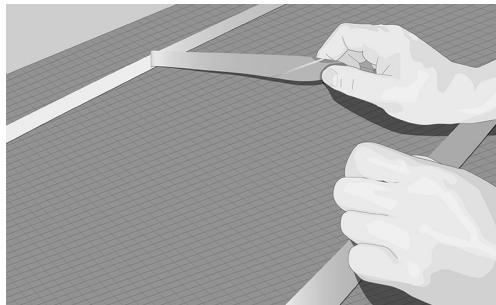

Fig. 10. Udlæg dobbelklæbende tape og fjern dækpapiret
8. Brug dobbeltklæbende tape, varmelim eller andet egnet produkt for at fastgøre varmekablet til gulvfladen, med 30-40 cm mellemrum så dette er tilstrækkeligt fastgjort (fig. 10).